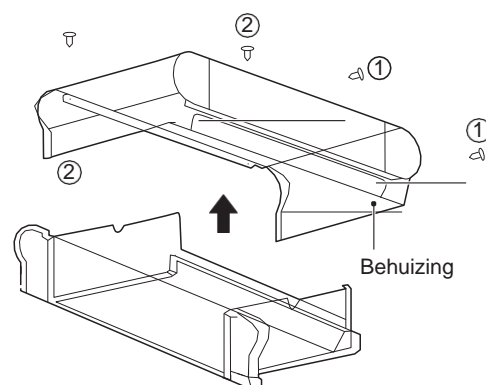
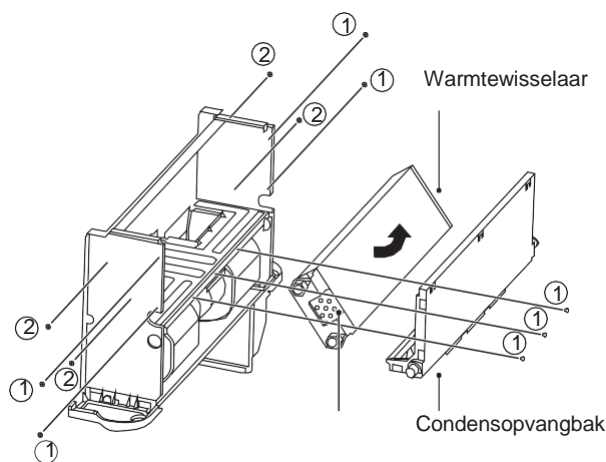

Fig. 5-17 Behuizing verwijderen
Fig 5-18
Verwijder, zoals getoond op Fig. 5-17, de schroeven ① * 2 en ② * 2 en daarna de behuizing. Verwijder, zoals getoond op Fig. 5-18, de schroeven ① * 7 om de condensopvangbak weg te nemen.
Draai de warmtewisselaar in de richting zoals aangegeven op Fig. 5-18.